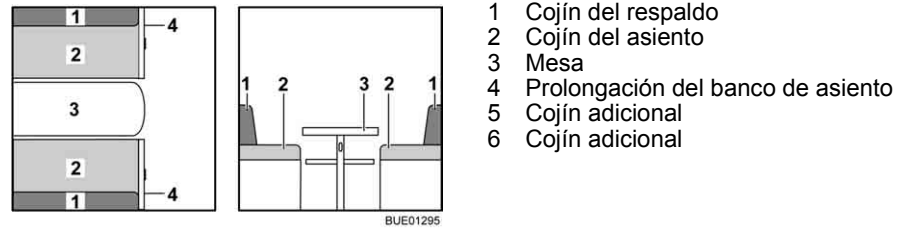

Fig. 122 Antes de la transformación
- Ampliar la mesa (Fig. 122,3) y transformarla en base de cama (véase apartado 6.11).